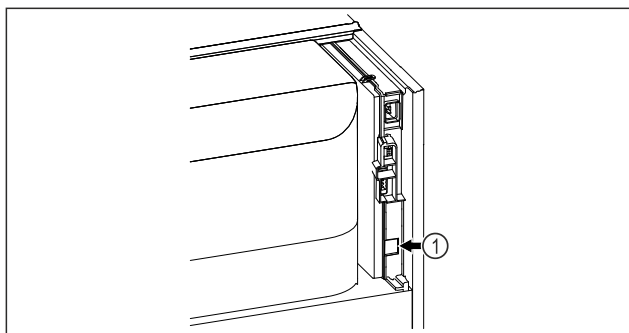

Fig. 95
- SmartModule Fig. 95 (1) este instalat.